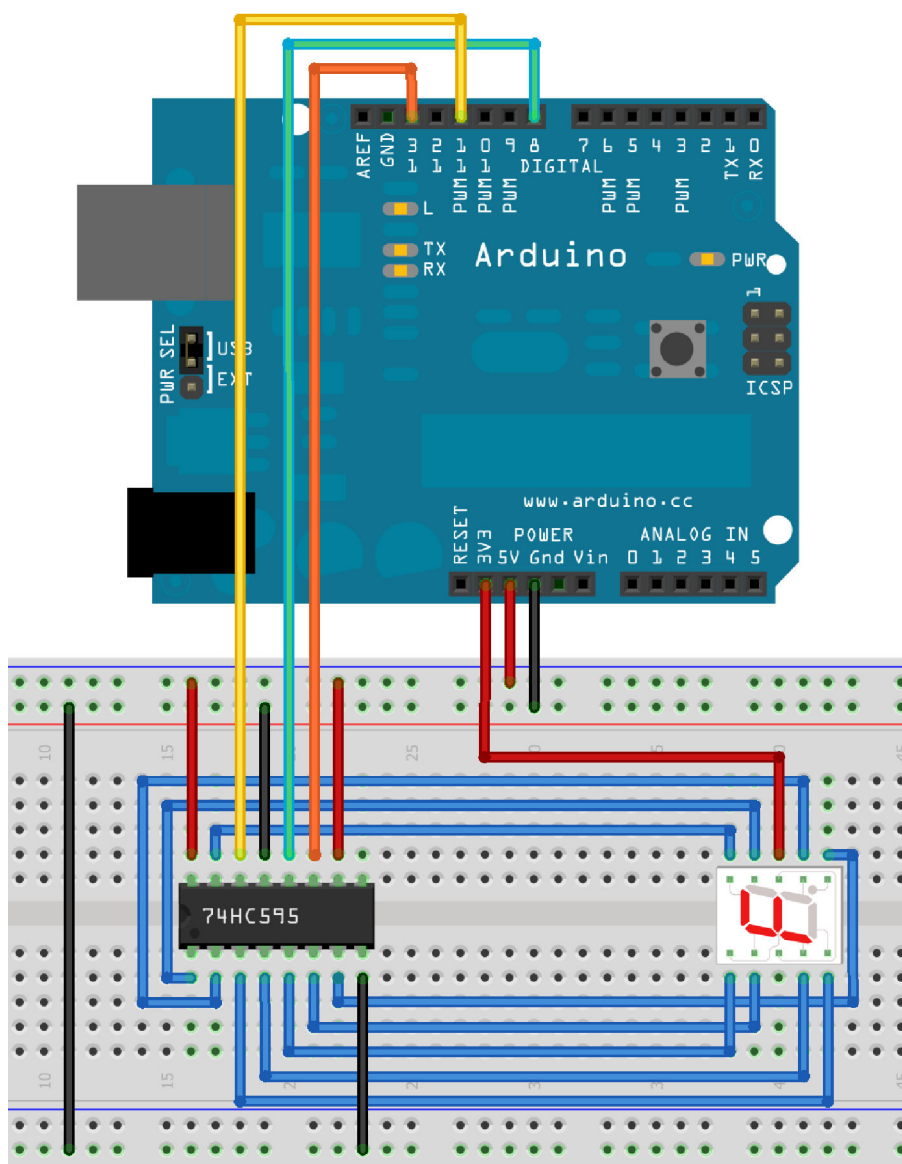

Рисунок 14.7 - Зовнішній вигляд макета
- Зібрати макет представлений на рис. 14.7;
- Зібрати макет представлений на рис. 14.7 ;